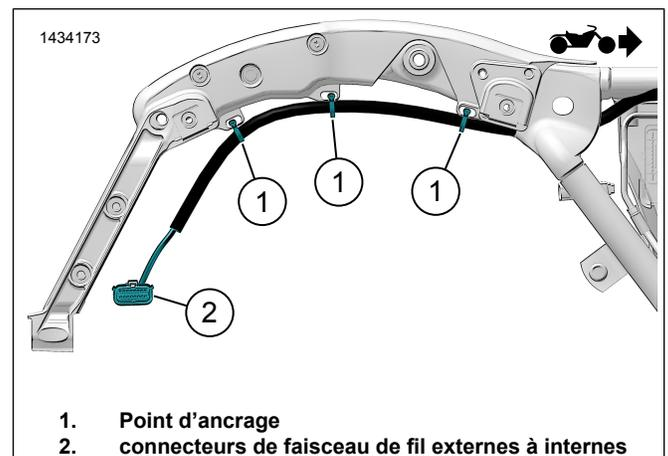
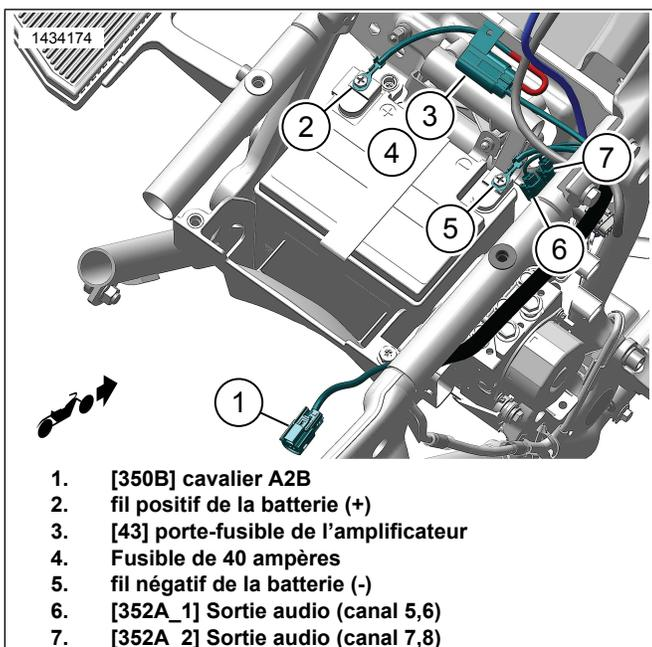

Figure 17. Routage du faisceau de fils externes (Typique)
Figure 18. Routage du faisceau de fils externes (typique)
- a. Figure 17 À l'aide de sangles de câble, installez lâchement le faisceau aux points d'ancrage (1). Ne serrez pas les sangles de câble.
- c. Figure 18 Faites passer le faisceau dans le boîtier de la batterie.
- d. Branchez le câble négatif de la batterie (2).
- e. Branchez le câble positif de la batterie (4).
- f. Installez le fusible (4) dans le porte-fusible (3).
- g. Sécurisez le porte-fusible (3) avec le sangle de câble.
- h. Acheminez les connecteurs (1) vers la zone du capot latéral gauche et les connecteurs (5, 6) vers le capot latéral droit.
2. Figure 17 Connectez le faisceau extérieur de la sacoche au faisceau interne (2) à la sacoche.
3. Figure 18 Connectez [350B] (1) du faisceau d'amplificateur secondaire à [350A] du faisceau d'amplificateur principal.
- a. **FLTRKSE 2022** : Connecter [350B] (1) du faisceau d'amplificateur secondaire au connecteur à 2 broches.